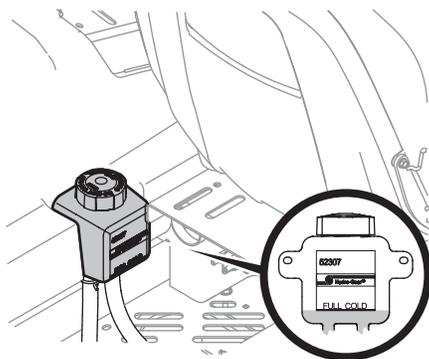

Figure 4-4
1. Basculez le siège du conducteur vers l'avant et nettoyez le bouchon du réservoir et la zone autour du bouchon pour que les débris ne contaminent pas l'huile. Voir Figure 4-4.
2. Tournez le bouchon dans le sens anti-horaire pour le retirer, puis vérifiez le niveau d'huile. Il doit y avoir de l'huile au fond de la cuvette, cependant le niveau d'huile NE doit PAS dépasser la marque PLEIN FROID (FULL COLD). Voir Figure 4-4. NE REMPLISSEZ PAS CE RÉSERVOIR.